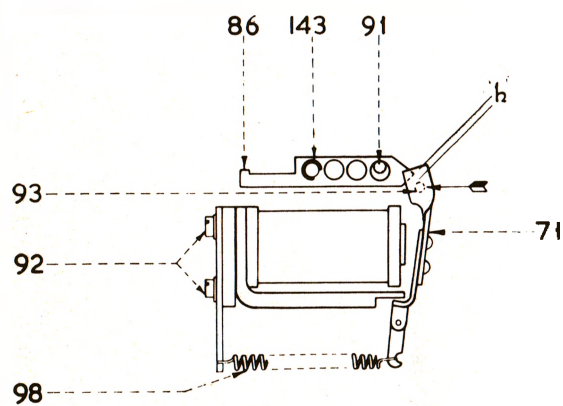

FIG. 6
25. Electromagnet, Fig. 6
27. Electromagnet armature, Fig. 6